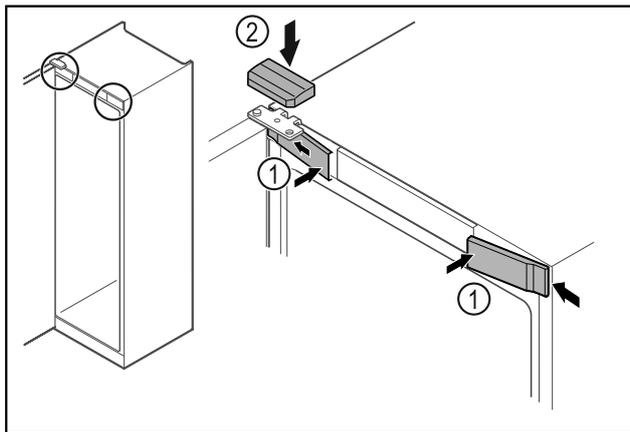

Fig. 63
- ▶ Aizkabiniet sānos priekšējos pārsegu Fig. 63 (1) un nofiksējiet.
- ▶ Nofiksējiet augšējo pārsegu Fig. 63 (2) no augšpuses.